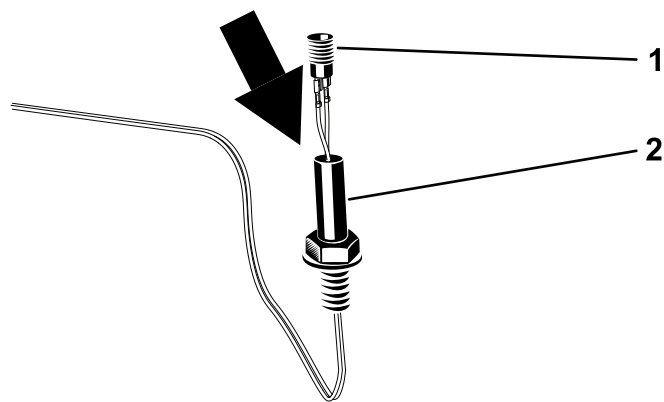

Figure 7
4. Fixez le connecteur dans la douille du gyrophare en tournant la douille (Figure 7).